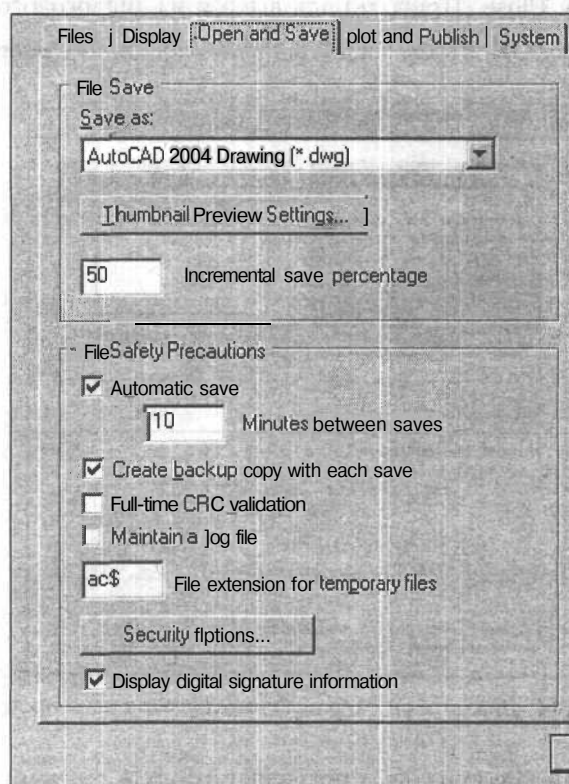

Рис. 2.16. Панель для настройки автоматического сохранения и создания резервной копии рисунка
3. На панели **File Safety Precautions** (Меры предосторожности при сохранении) установите флажок **Automatic save** (Автосохранение) и введите значение промежутка времени между двумя последовательными автоматическими сохранениями в окне левее поля **Minutes between saves** (Интервал, мин) (рис. 2.16).